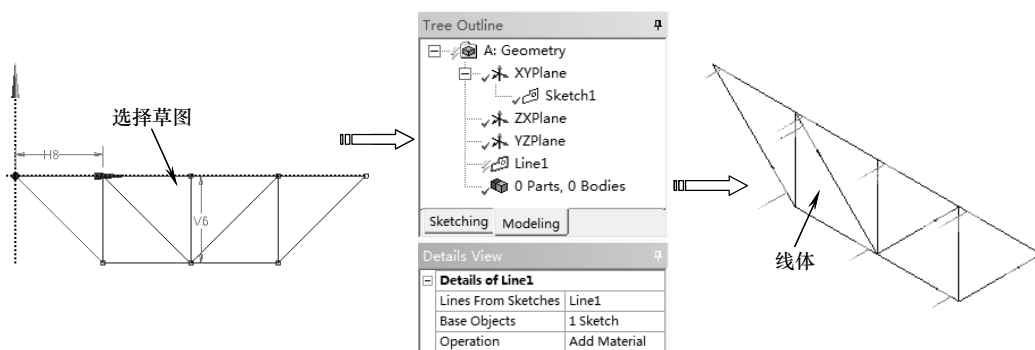

图 5-94 从草图生成线体
4) 单击【Modeling】选项卡，选择绘制完成的草图 Sketch1，再选择【Concept】|【Lines From Sketches】命令，然后单击【Generate】按钮，系统自动生成线体，如图 5-94 所示。